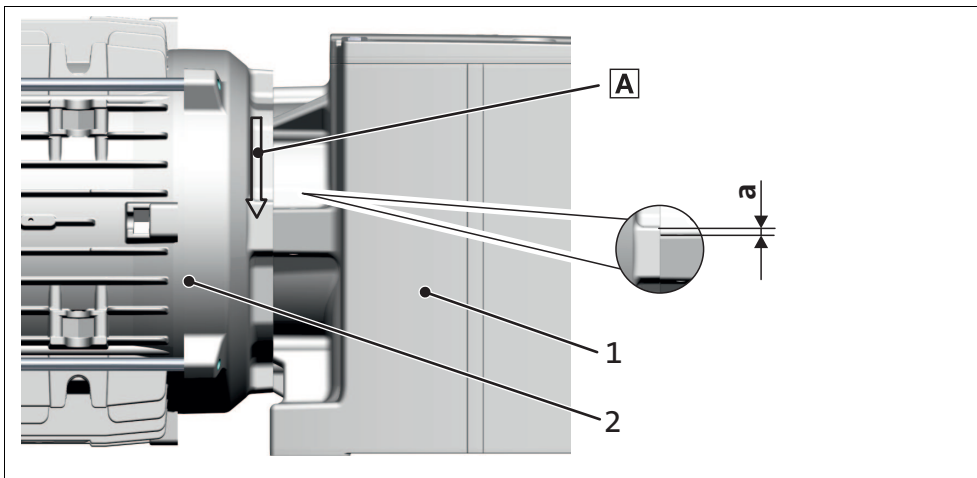

Abb. 9 Maß "a" Nockenabstand
- A Bei der Messung des Nockenabstandes "a" die richtige Seite (Abb. 9) beachten: Beim Blick aus Richtung des Motors muss auf der linken Seite der Getriebe-Sicherungsnocke gemessen werden.